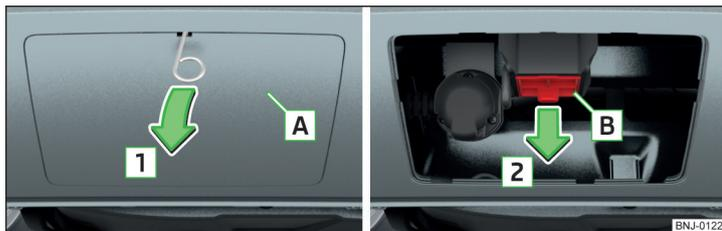

Fig. 154 Retirar la tapa: en el parachoques trasero / para la cavidad de alojamiento
- Retire la caperuza para la ranura de toma **A** en la dirección de la flecha **1** » fig. 154 con ayuda del estribo correspondiente a la herramienta a bordo para retirar los tapacubos.
- Coloque la caperuza **B** » fig. 154 de la pág. 125 en sentido contrario de la flecha **2**.
- Coloque la caperuza protectora **A** » fig. 154 de la pág. 125 por los "ganchitos" situados en el área inferior del parachoques.